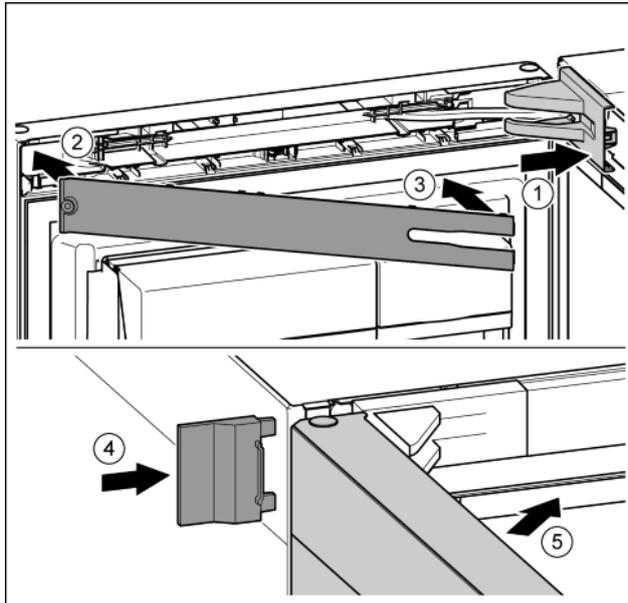

Fig. 21
- ▶ Lagerbockabdeckung aufsetzen und einrasten, ggf. vorsichtig auseinanderdrücken. *Fig. 21 (1)*
- ▶ Blende aufsetzen. *Fig. 21 (2)*
- ▶ Blende einschwenken und einrasten. *Fig. 21 (3)*
- ▶ Äußere Abdeckung aufschieben. *Fig. 21 (4)*
- ▶ Obere Tür schließen. *Fig. 21 (5)*